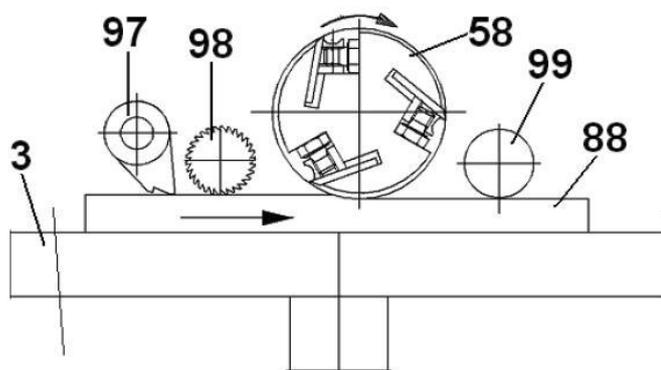

**Рис. 23**
- Установка занижения по высоте стола подачи (37) (Рис. 22) относительно приёмного стола (5) (Рис. 22) обеспечивает глубину строгания. Для установки глубины строгания ручкой (94) (Рис. 23) ослабьте фиксацию стола подачи (37) (Рис. 22, 23), вращением ручки (95) (Рис. 23) по указателю (93) (Рис. 23) и шкале (92) (Рис. 23) установите величину глубины строгания. Положение стола подачи (37) (Рис. 23) зафиксируйте ручкой (94) (Рис. 23).
- Для изготовления пиломатериалов с прямоугольными углами установите направляющую планку (6) (Рис. 22) под прямым углом к плоскости приёмного стола (5) (Рис. 23), для чего используйте угольник, шаблон, образец и т.п.